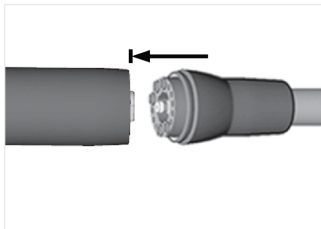

FIG. 2
2. Ligue o motor ao tubo próprio (com o conector tipo MX2) como indicado na FIG. 2.